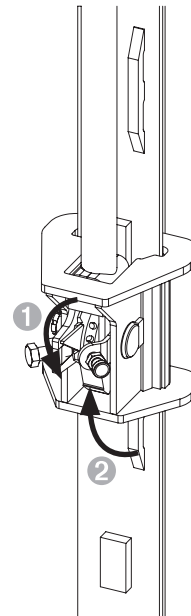

Fig. D2.04
2. Impostare le unità di commutazione in tutte le teste di ripresa su "Sollevamento della piattaforma" (Fig. D2.04)